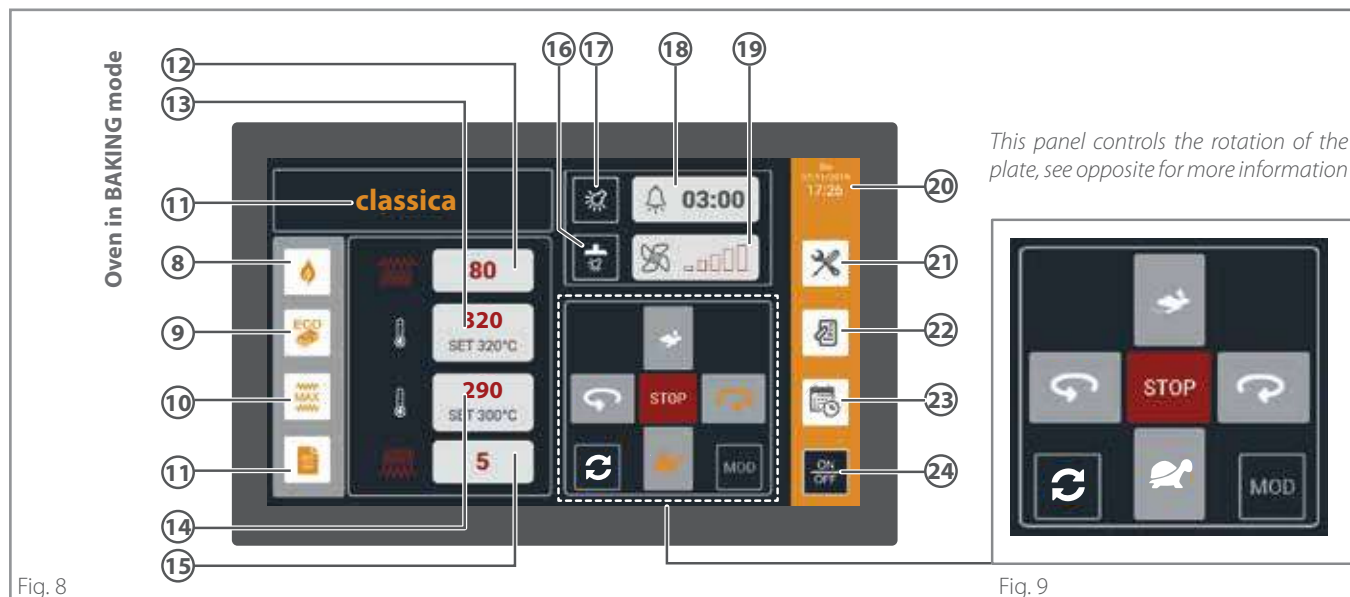

Fig. 9
► **Fig. 9 TURNTABLE CONTROL**